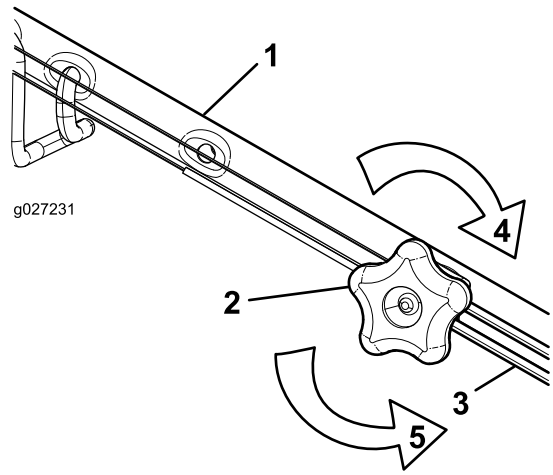

Figura 38
1. Gire el pomo de ajuste en sentido antihorario para aflojar el cable (Figura 38).
2. Ajuste la tensión del cable (Figura 38) tirando del mismo hacia atrás o empujándolo hacia adelante, y manténgalo en esa posición.